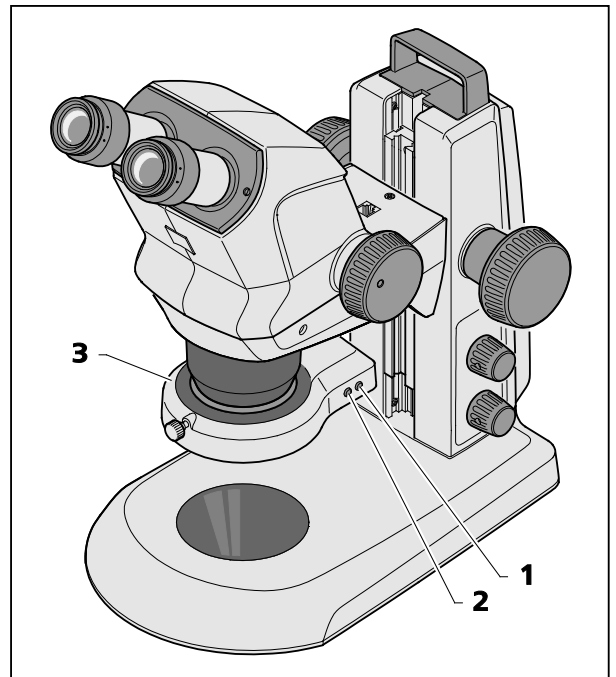

图 17 环状光源
- 依次按下前端按钮(图 17/2)可以在四种不同的环状光源(图 17/3)照射状态中切换:
- 单击后侧按钮(图 17/1), 所设部位将以顺时针方向每次转动四分之一圈。
- 长按至少 2 秒后侧按钮(图 17/1), 所设部位将持续旋转(每一步 1/8 圈, 每转一次 1 秒)
- 再点击一次后侧按钮(图 17/1)转动将停止, 观察对象再次从后面发光。